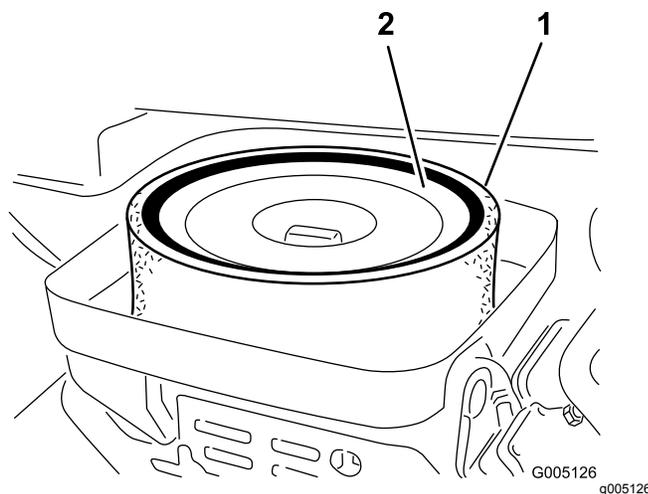

Рисунок 26
3. Снимите барашковую гайку крепления элементов к корпусу воздухоочистителя (Рисунок 26).
4. Если элемент из пеноматериала загрязнен, снимите его с бумажного элемента (Рисунок 26). Тщательно очистите его следующим образом: